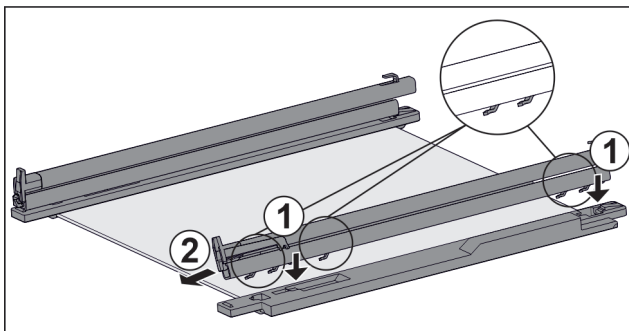

Fig. 110 Sklenená doska s kolajničkami a prídržnými dielmi
- ▶ Nasadte háky kolajničky na otvory **ľavého** prídržného dielu. Fig. 110 (1)
- ▶ Potiahnite kolajničku dopredu. Fig. 110 (2)
- ▶ Nasadte háky kolajničky na otvory **pravého** prídržného dielu. Fig. 110 (1)